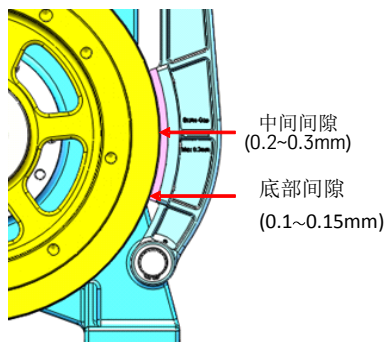

图 8-2
2) 电磁铁线圈通电，打开制动器，用塞尺检测制动间隙的大小，见图 8-2；